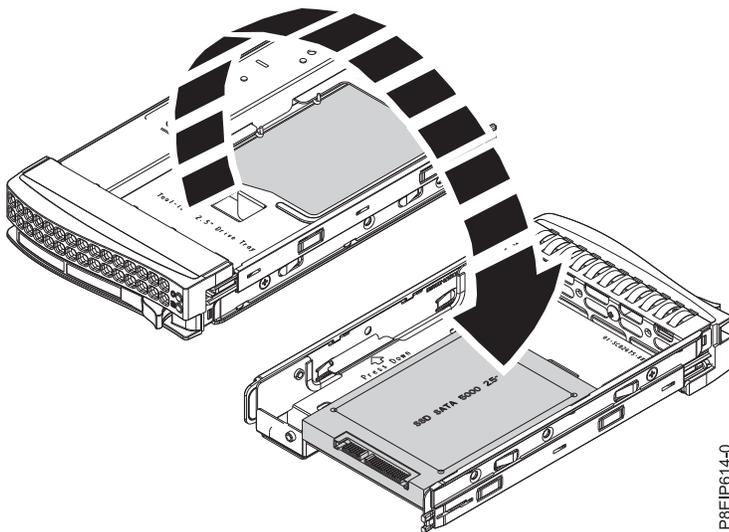
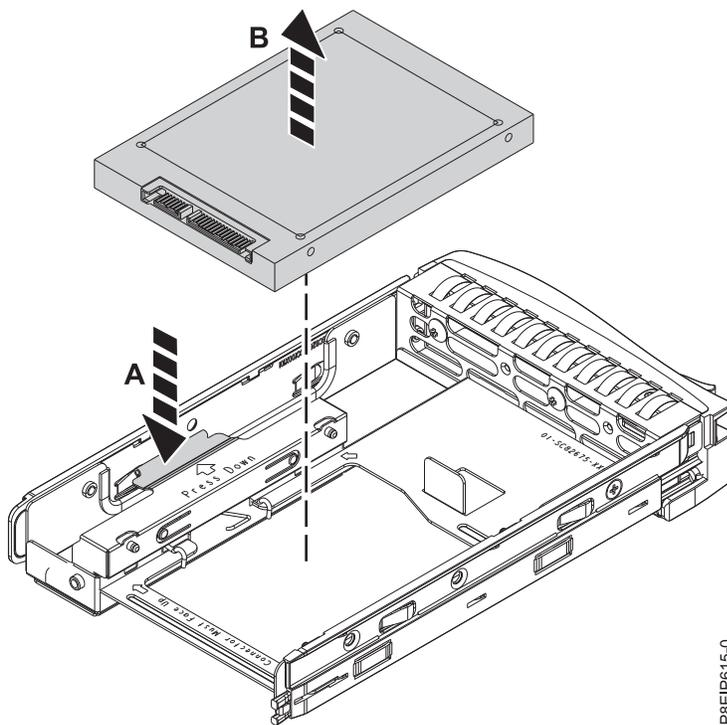

Figura 3. Cómo dar la vuelta a la bandeja de 2,5 pulgadas
Figura 4. Extracción de la unidad de 2,5 pulgadas de la bandeja
- a. Dé la vuelta a la bandeja como se muestra en la Figura 3.
- b. Abra el resorte de retención (A).
- c. Levante la unidad de 2,5 pulgadas (B) y extraígalas de la bandeja, como se muestra en la Figura 4 en la página 7.